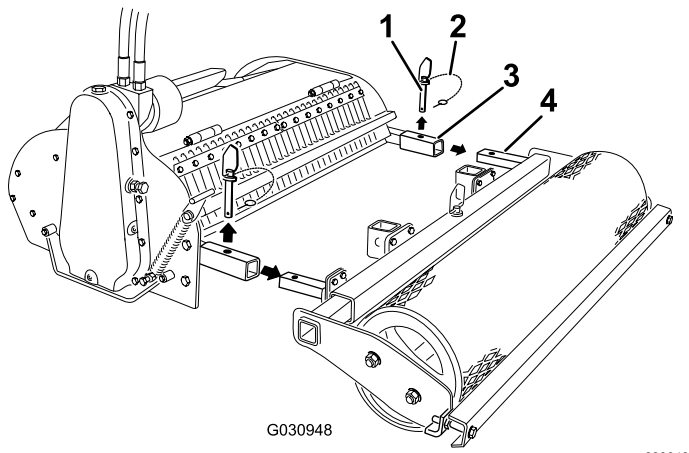

Bild 5
3. Entfernen Sie die Dorne von den Armen des Bodenaufbereiters (Bild 5).
4. Entfernen Sie die Rolle vom Bodenaufbereiter (Bild 5).